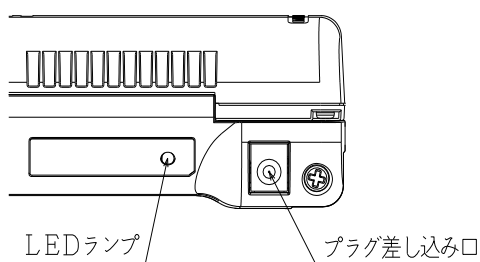

図 1
- (1) 本体に電池パックがきちんと取り付けられている事を確認して下さい。
- (2) 本体後部の差込口（図 1 参照）に AC アダプタのプラグを挿入して下さい。
- (3) AC アダプタの電源プラグをコンセントに差し込んで下さい。
- (4) 本体後部 LED ランプ（図 1 参照）がゆっくりと点滅している事を確認して下さい。
- (5) LED ランプの点滅が終わり、点灯になれば充電完了です。